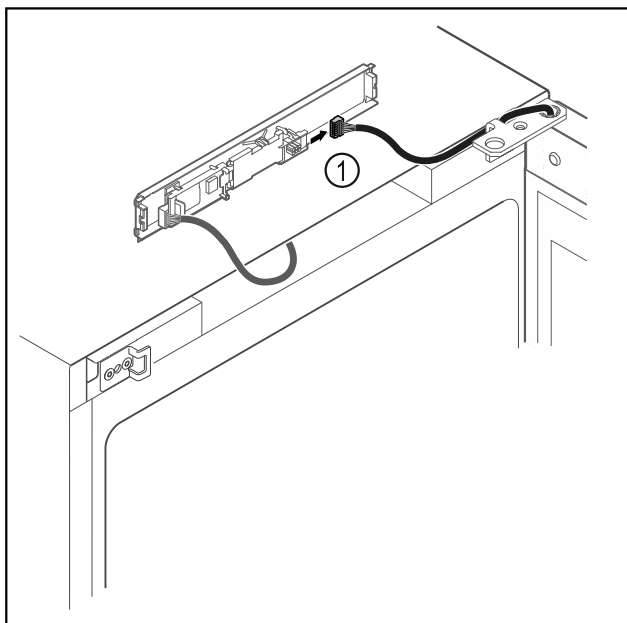

Fig. 7
- Débrancher le connecteur Fig. 7 (1) de la platine.